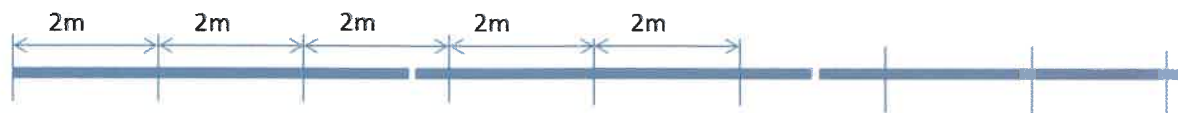

図31 直管パイプへの印付け
- アーチパイプを縦方向に連結する直管パイプを通路に並べて連結し、2m毎に印を入れます（図31）。